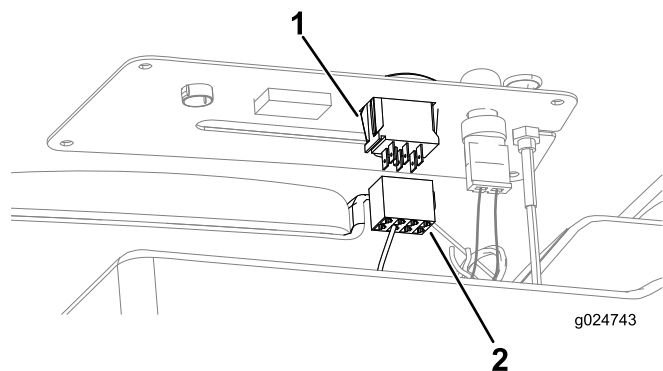

Figura 52
6. Conecte el conector hembra de 8 vías del arnés de cables de la máquina al interruptor de 3 posiciones (Figura 52).